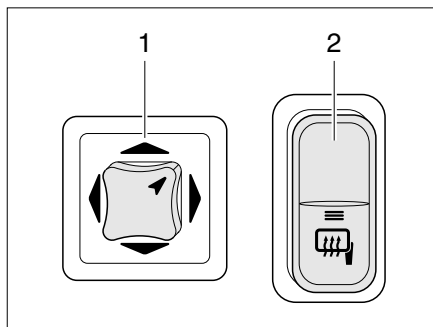

Bild 28 Reglage för elmanövrerade ytterspeglar och spegelvärme
Ställa in: ■ Bestäm vilken spegel som ska ställas in. Vrid för detta vridströmställaren (Bild 28,1) åt vänster eller höger.
■ Ställ in spegeln genom att trycka knappen (Bild 28,1) i motsvarande riktning.
Slå på värmen: ■ Tryck på brytaren (Bild 28,2). Kontrolllampan på brytaren lyser orange och visar att funktionen aktiverats.